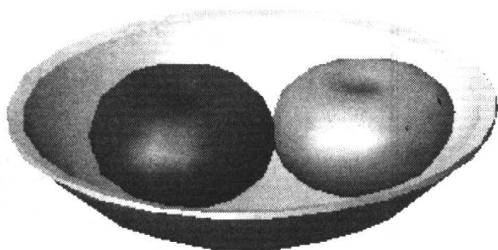

图 3-8
13. 单击“渲染”工具栏上的  按钮或输入 RENDER 命令。在对话框中设置“渲染类型”为“照片级真实感渲染”, 然后单击“渲染”按钮, 得到最终效果如图 3-8 所示。